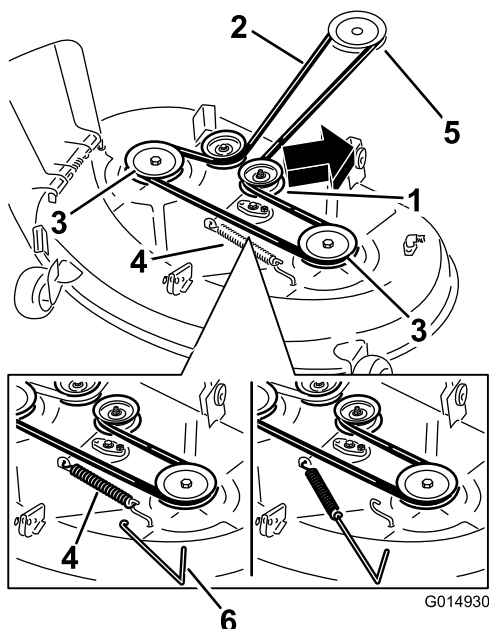
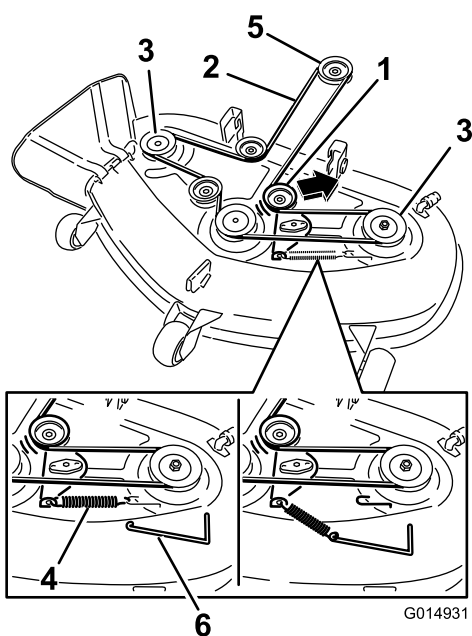

Figura 69
Figura 70
4. Utilize um removedor de molas (peça Toro n.º 92-5771), remova a mola intermédia do gancho da plataforma para retirar tensão da polia intermédia e role a correia para fora das polias (Figura 69 e Figura 70).
da plataforma para colocar tensão da polia intermédia e na correia do cortador ((Figura 69 e Figura 70)).
5. Coloque a nova correia em redor da polia do motor e nas polias do cortador (Figura 70).